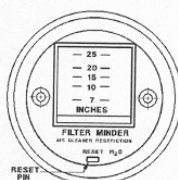

FIGURA 2-3
9. DEPURADORES DE AIRE - Revise los medidores de vacío de los depuradores de aire en la cabina del operador, Figura 2-3. Se debe dar servicio al(los) depurador(es) de aire si el(los) medidor(es) muestran la siguiente restricción máxima: MOTOR Komatsu SSDA16V160: Vacío de 25 in. de H ₂ O. Consulte la Sección C del manual de servicio para las instrucciones de servicio de los elementos del depurador de aire. Vacíe las tapas de polvo del depurador de aire. NOTA: después de dar servicio, presione el botón de reseteo en el frente del medidor para que vuelva a cero.